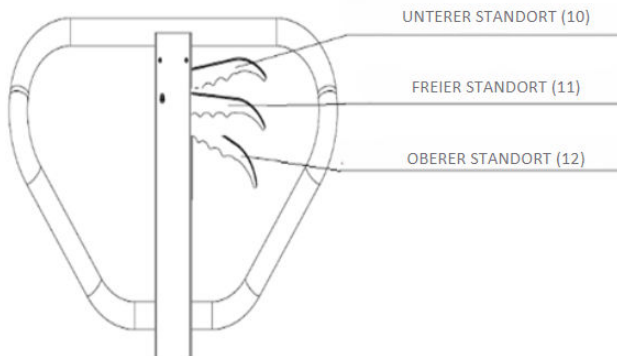

Abbildung 5
- Der Hubwagen befindet sich in der Hubposition, wenn der Steuerhebel (siehe Abbildung 5, Position 12) in die Hubposition gebracht wird. Wenn Sie zu diesem Zeitpunkt den Hubarm auf und ab bewegen, werden die Palettengabeln angehoben.
- Der Hubwagen bewegt sich, wenn der Steuerhebel (siehe Abbildung 5, Position 11) in die freie Position bewegt wird. Wenn Sie zu diesem Zeitpunkt den Hubarm auf und ab bewegen, hebt der Hubwagen die Gabeln nicht an und lässt sie nicht fallen. Dann können Sie den Hubwagen verwenden, um Lasten zu transportieren.
- Wenn der Steuerhebel (siehe Abbildung 5, Position 10) in die freie Position gebracht wird, werden auch die Gabeln des Hubwagens gelöst. Dann senken sich die Gabeln des Hubwagens automatisch ab.
- ▶ Nachdem der Hubwagen montiert wurde, bedienen Sie den Steuergriff in verschiedenen Positionen, um die Hebe-, Senk- und Freipositionsfunktionen des Steuergriffs (siehe Abbildung 5) auszuführen, während Sie den Hubarm auf und ab bewegen. Prüfen Sie, ob der Betrieb in verschiedenen Positionen normal ist.